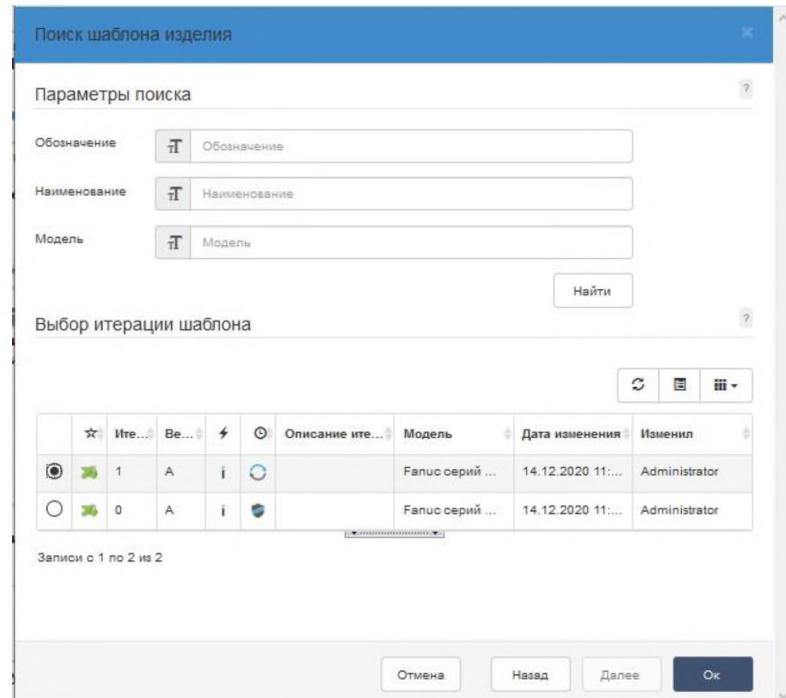

Рисунок 77 – Выбор итерации шаблона
- 6) Выберите итерацию шаблона и нажмите **OK** (рис. 77).